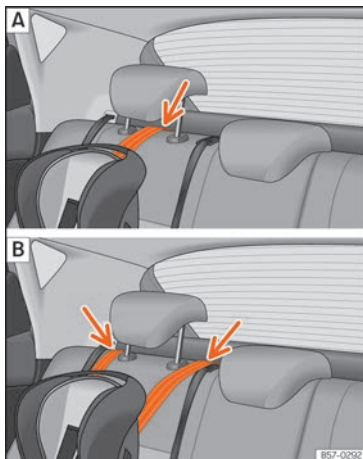

Fig. 41 Sangle de fixation : réglage et montage en fonction de la ceinture Top Tether.
- Placez la courroie sous l'appuie-tête du siège avant »» fig. 41 [en fonction des instructions du siège, relevez ou retirez l'appuie-tête si nécessaire].